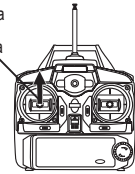
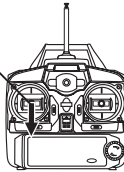

Figura 1
Figura 2
- ② Levante a antena até sua altura máxima. Posicione a alavanca esquerda de controle para baixo. Ao ligar o controle remoto a luz de força piscará lentamente. Então, posicione a alavanca de controle esquerda para cima. A luz de força piscará com maior velocidade. (Figura 1) Posicione novamente a alavanca para baixo e a luz permanecerá ligada mas sem piscar. (Figura 2) Agora o controle remoto está preparado para o voo.